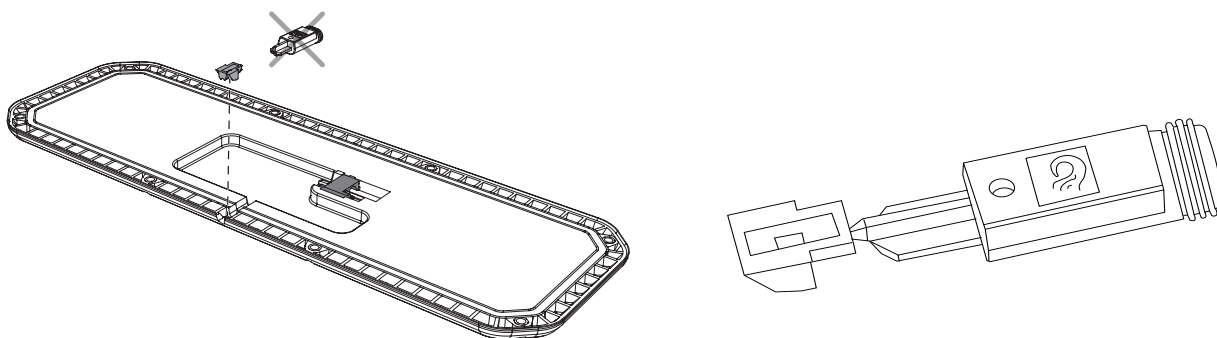

Bild 61. Montering av plugg för tätning av UCU.
4. Bryt försiktigt loss den yttre delen av pluggen och montera i urtaget. Se Bild 61.